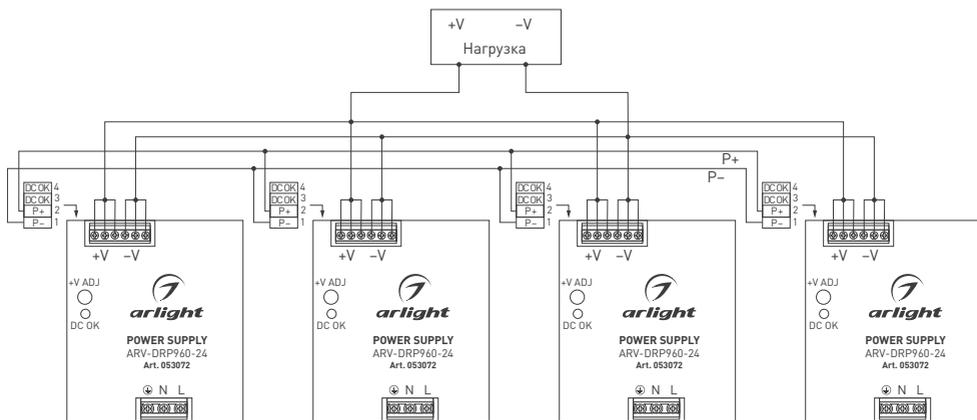

Рис. 1. Схема параллельного подключения источников питания
- 3.11. При параллельном подключении источников питания необходимо объединять выходные клеммы **P+** и **P-** всех источников параллельно. Максимально допустимое количество одновременно подключаемых источников питания — 4 шт. (см. рис.1).